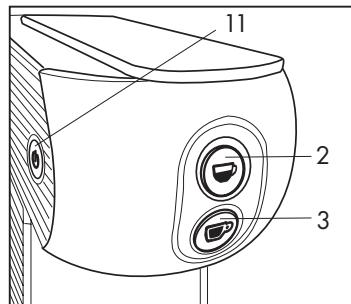

Fig. 11
- Chiudere il supporto tazza piccola (10) e posare una grande tazza vuota sotto il beccuccio erogatore (4).
Tazza grande: Premere e tenere premuto il tasto (3). La macchina inizierà ad erogare acqua. Una volta raggiunto il livello d'acqua desiderato rilasciare il tasto (3). La macchina smetterà quindi di erogare acqua e rimarrà memorizzata la quantità per le ulteriori erogazioni. (**Fig.11**)
Tazza piccola: Premere e tenere premuto il tasto (2). La macchina inizierà ad erogare acqua. Una volta raggiunto il livello d'acqua desiderato rilasciare il tasto (2). La macchina smetterà quindi di erogare acqua e rimarrà memorizzata la quantità per le ulteriori erogazioni. (**Fig.11**)